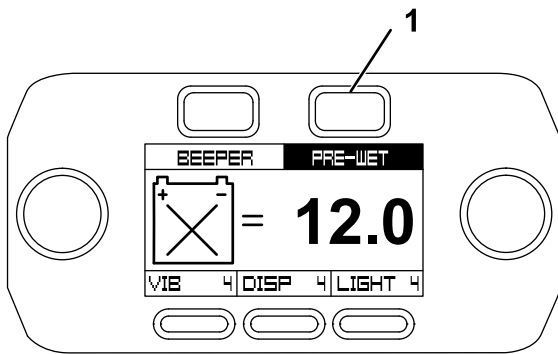

Figure 47
- Appuyez sur le bouton Pre-Wet (pré-mouillage) (Figure 47).